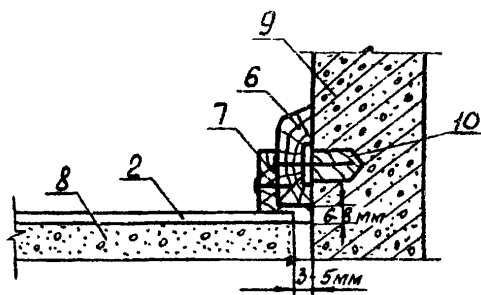

Fig. 3.
3.9. Сваренные линолеумные полотна закрепляются плинтусами и обкладными рейками по периметру комнаты. Зазор между краями линолеума и стеной должен быть 3-5 мм. Прибивается сначала плинтус, а затем к нему обкладные рейки. Притыкание линолеума к стене показано на рис. 3.